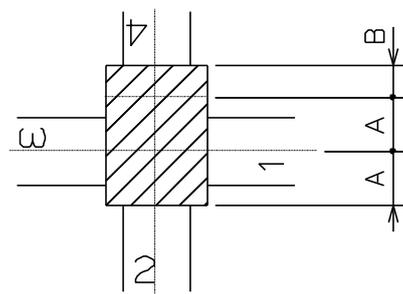

図 13-2 把握部が偏心している場合
- ③ 工作物の把握部が長方形だったり、偏心している場合、ソフトジョーを揃えて成形した後、偏心している方向のジョーを工作物に合わせて加工してください。例えば図 13-2 のような工作物の場合、すべてのソフトジョーを A に揃えて成形した後、No.4 ジョーのみ B だけ加工します。